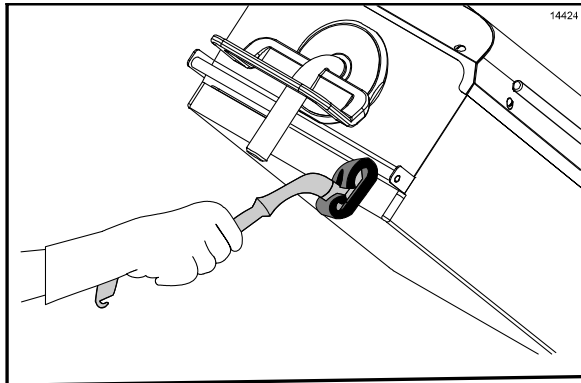

Figura 56
24. Usando o porta-esponja Kay para limpeza do grill, esfregue o lado da frente dos platen, da direita para a esquerda. (Veja a Figura 56.)